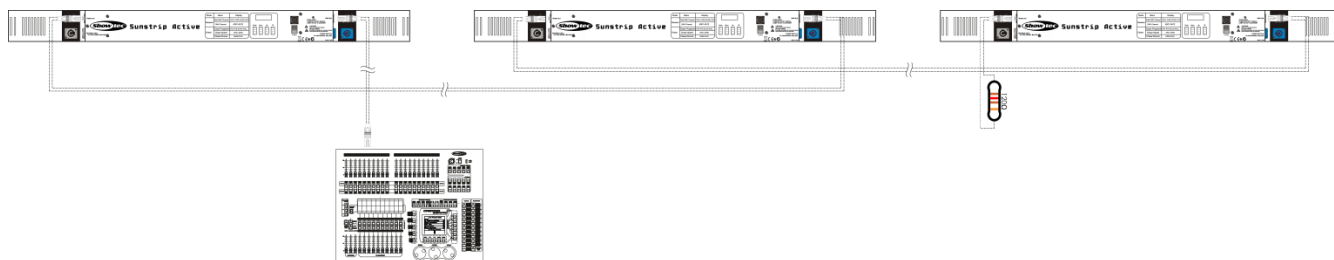

Fig. 03
- 04) Collegare le unità come indicato nella Fig. 03. Collegare la presa DMX "out" della prima unità alla presa DMX "in" della seconda unità, servendosi di un cavo di segnale DMX. Ripetere questo processo fino a collegare la seconda, la terza e la quarta unità.